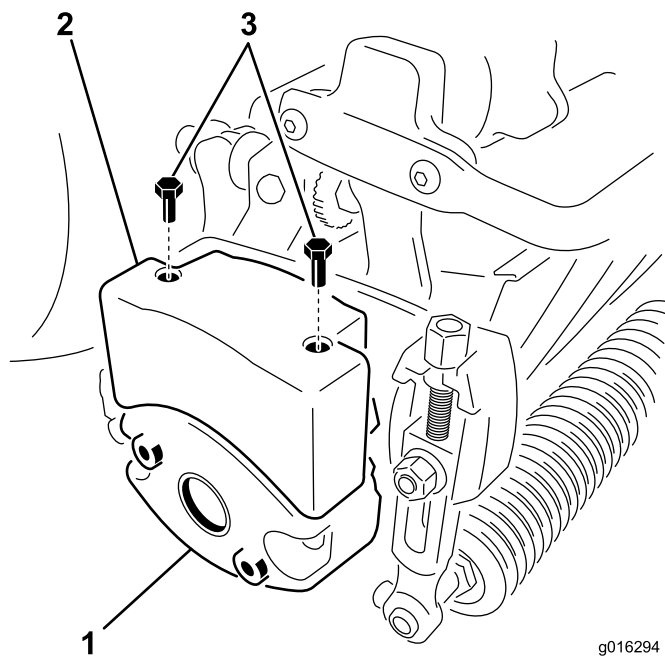

Figura 11
4. Rimuovete i due bulloni che fissano lateralmente la zavorra all'elemento di taglio (Figura 11).
6. Montate una zavorra superiore sulla zavorra dell'apparato di taglio con 2 viti a testa esagonale (Figura 11).